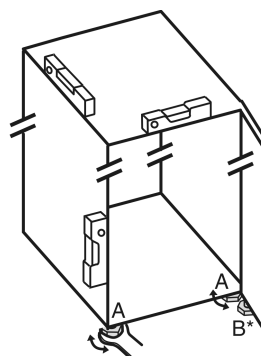

Fig. 24
- ▶ Dévisser les pieds réglables *Fig. 24 (A)* avec la clé plate fournie et utiliser un niveau à bulle pour vérifier que l'appareil est bien plan.
- ▶ Dévisser le pied réglable *Fig. 24 (B)* du support de palier avec la clé plate fournie jusqu'à ce qu'il touche le sol.
- ▶ Tourner le pied réglable *Fig. 24 (B)* de 90° supplémentaires.